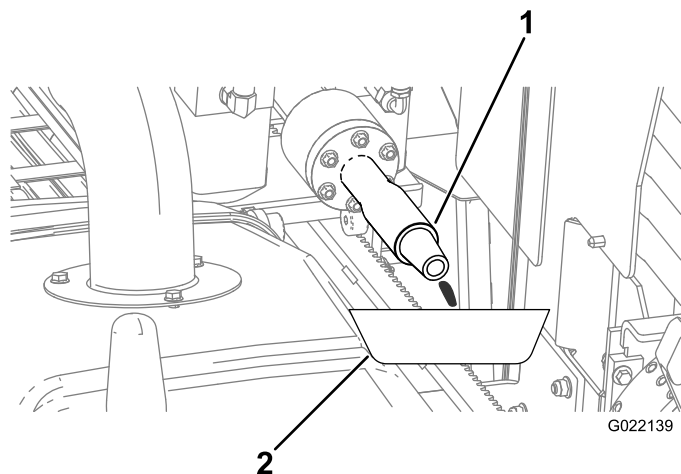

Figura 157
- A. Posicione uma bandeja de drenagem sob o mandril para coletar o excesso de anticongelante (Figura 157).
E. Quando o anticongelante escoar pelo mandril (Figura 157), desligue a bomba.